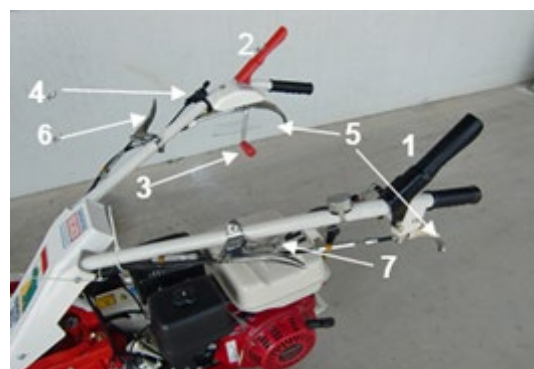

Figure 6
- Baissez le levier verrouillage (2, Figure 6) relevez ensuite lentement le levier d'embrayage de lame (3, Figure 6).
- Relâchez le levier de verrouillage (2, Figure 6) et laissez le levier d'embrayage descendre.